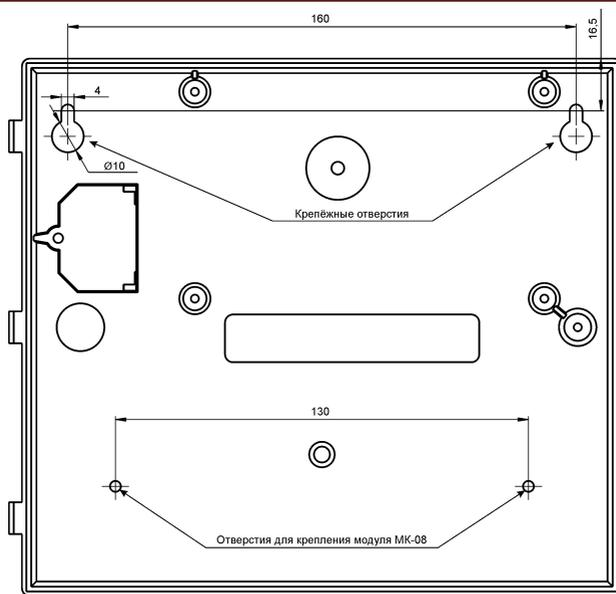
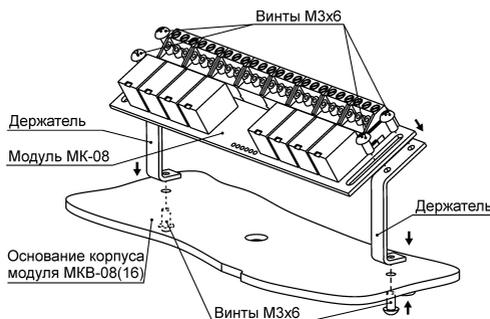

Рисунок 4 - Установочный чертёж корпуса (вид изнутри)
Рисунок 5 - Установка модуля МК-08
Просверлить в стене два отверстия. В отверстия вкрутить шурупы и подвесить на них модуль. Установку модуля на стену производить, ориентируясь по чертежу корпуса - Рисунок 4.
- установите держатели модуля МК-08 на основании корпуса модуля (см. Рисунок 4) и закрепите их винтами (держатели и винты из комплекта ЗИП модуля МК-08) – см. Рисунок 5;
- закрепите модуль МК-08 при помощи винтов к держателям – см. Рисунок 5;